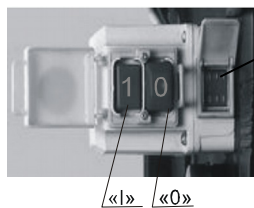

Рисунок 9
Включается станок с помощью нажатия зелёной кнопки (I), а выключается нажатием красной кнопки (0) см. рис. 9.